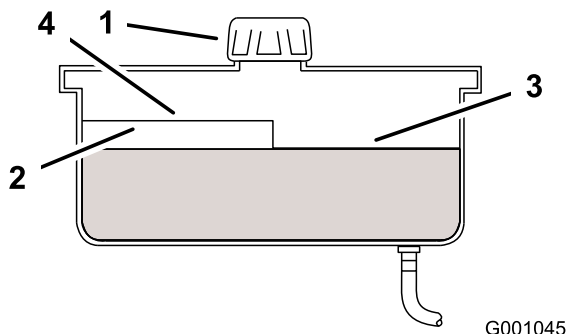

Figura 50
4. Limpie alrededor del cuello de llenado y el tapón del depósito de aceite hidráulico (Figura 50).
5. Retire el tapón del cuello de llenado. Mire dentro para ver si hay aceite en el depósito. (Figura 50).
Nota: El nivel de aceite debe llegar a la parte superior del nivel caliente del tabique cuando el aceite está caliente (Figura 50).